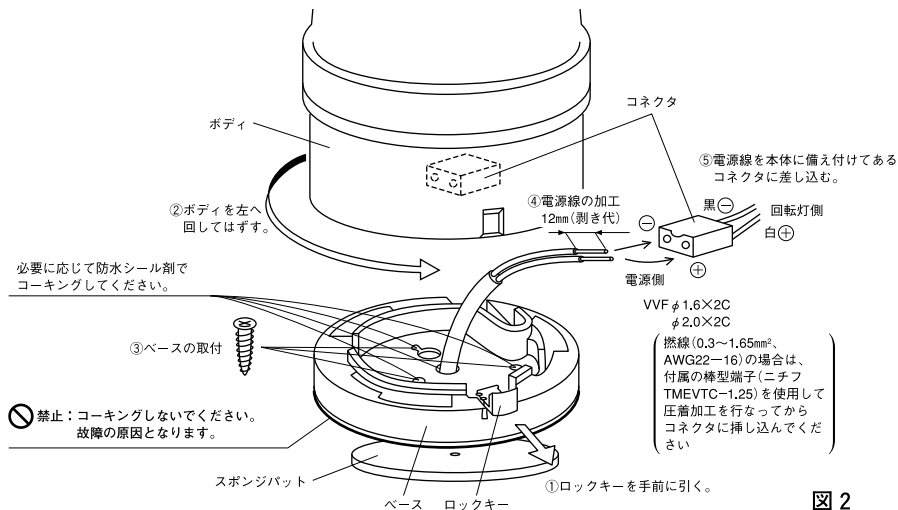

図2
▽⑦の外観図および図2を参照して、電源線をあらかじめ取付面より引き込んでください。